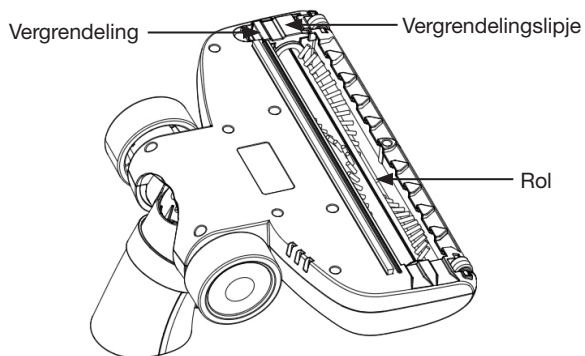
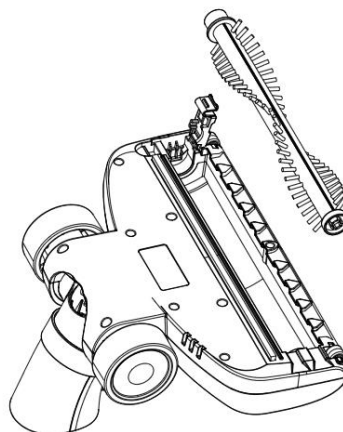

Fig. 15
Fig. 16
2. Draai de elektroborstel om (Fig. 15).
3. Druk tegen de vergrendeling aan en trek het vergrendelingslipje omhoog (Fig. 15); u kunt de rol nu uit de behuizing halen (Fig. 16).